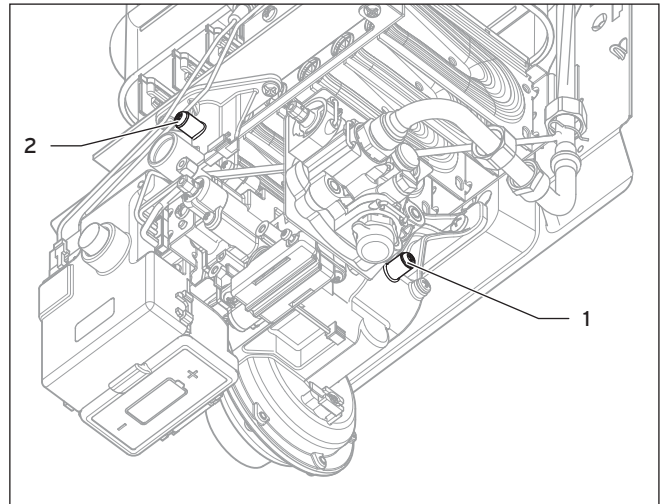

Abb. 5.4 Messstutzen für Brennerdruck
- Schrauben Sie die Dichtungsschraube des Brennerdruck-Messstutzens (2) heraus, siehe Abb. 5.4.